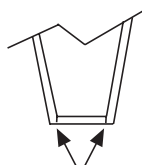

Abb. 6
- 3 - Eventuelle Verkrustungen am unteren Rand des Schutzkegels mit dem azetongetränkten Tuch und Schmirgelleinen entfernen (Abb.6).